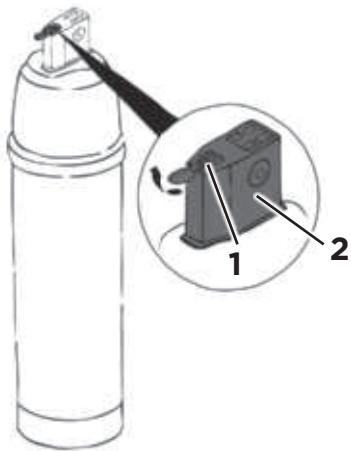

Abb. 35
10. Ziehen Sie die rote Versiegelungsplombe (Abb. 35/1) von der neuen Filterkartusche.
11. Entfernen Sie die rote Abdeckkappe (Abb. 35/2).